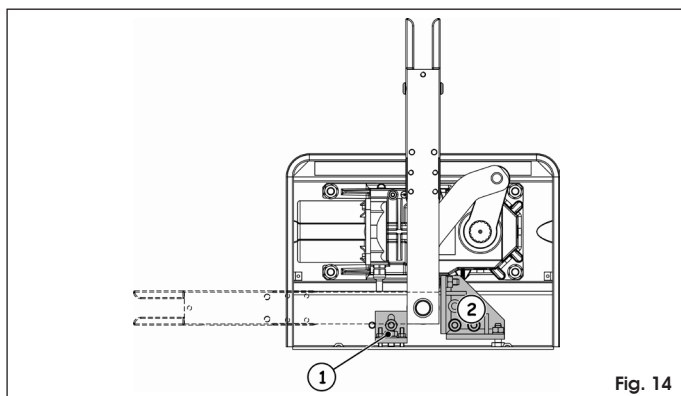

Fig. 14
della cassetta portante gli arresti meccanici (optional) in apertura (Fig. 14 rif. ①) e chiusura (Fig. 14 rif. ②). Per il fissaggio far riferimento alle relative istruzioni.